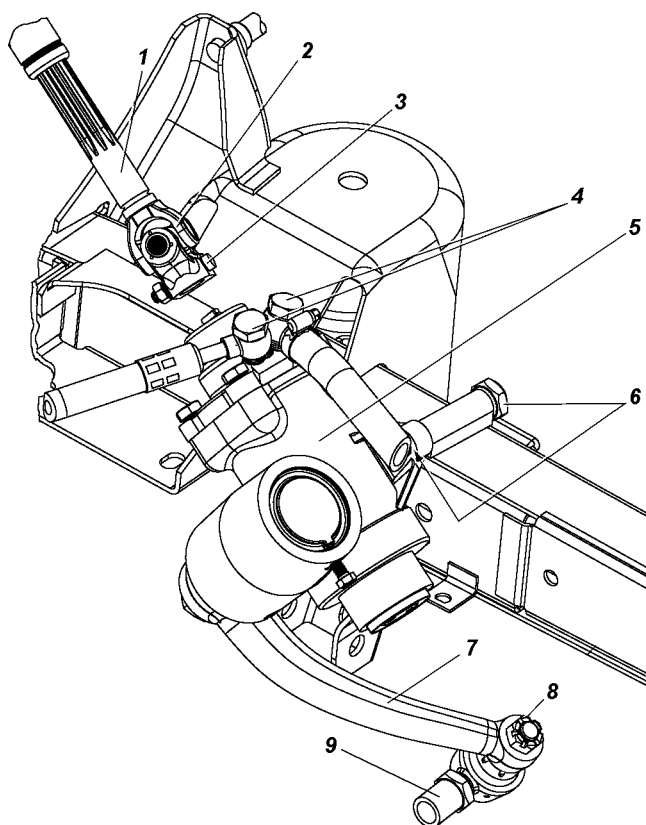

Рис. 12.5. Снятие рулевого механизма:
1. Отсоедините шланги от рулевого механизма 5 (рис. 12.5), отвернув болт-штуцеры 4, и закрепите их так, чтобы предотвратить полное вытекание масла из гидросистемы или слейте масло в чистую посуду.